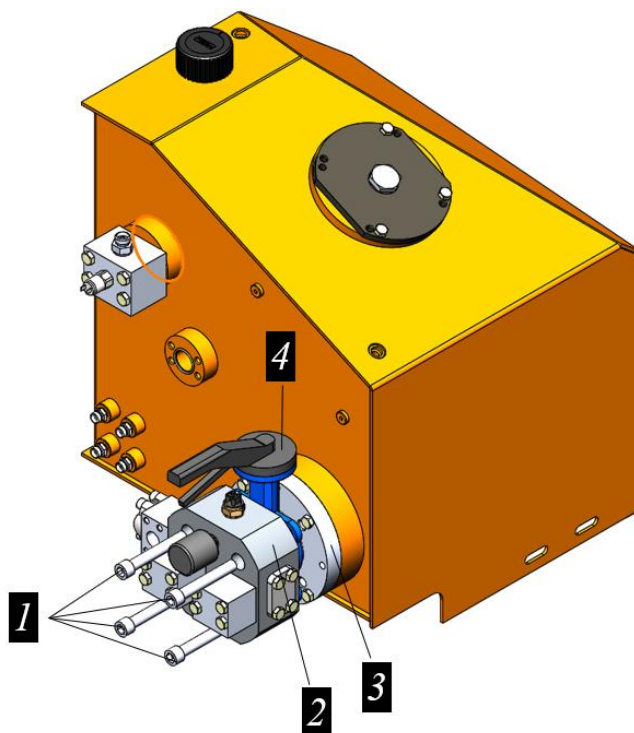

Рисунок 3.107. Процедура сборки затвора на баке
- ▶ Используя винты 1 закрепить затвор 4 (не затягивать) между фланцев 2 и 3, рис. 3.107.
Во момент затягивания винтов 1 не закрывать затвор 4, так как это может привести к пережатию седлового уплотнения с последующим заклиниванием диска и потерей герметичности, рис. 3.107.
- ▶ Затяжку винтов 1 производить равномерно крест-накрест до соприкосновения поверхности фланцев 2 и 3 с корпусом затвора 4 по всей его окружности, рис. 3.107.